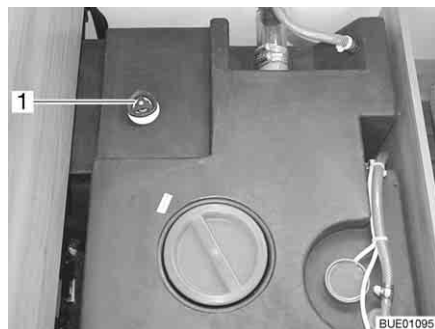

Fig. 201 Depósito de agua con tirador giratorio
- Girar el tirador giratorio (Fig. 201,1) sobre el depósito de agua en sentido de las agujas del reloj, hasta el tope.
- Girar el tirador giratorio (Fig. 201,1) sobre el depósito de agua en sentido contrario a las agujas del reloj, hasta sentir resistencia. El agua se saldrá hasta 60 litros.